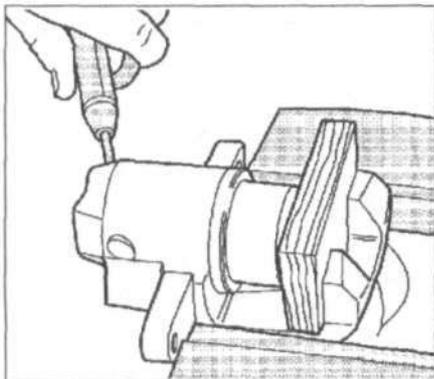

Рис. 11.27. Извлеките поршень из тормозного суппорта с помощью сжатого воздуха.
1. Извлеките поршень из тормозного суппорта с помощью сжатого воздуха (рис. 11.27). Установите деревянный брусок, чтобы избежать повреждения поршня.